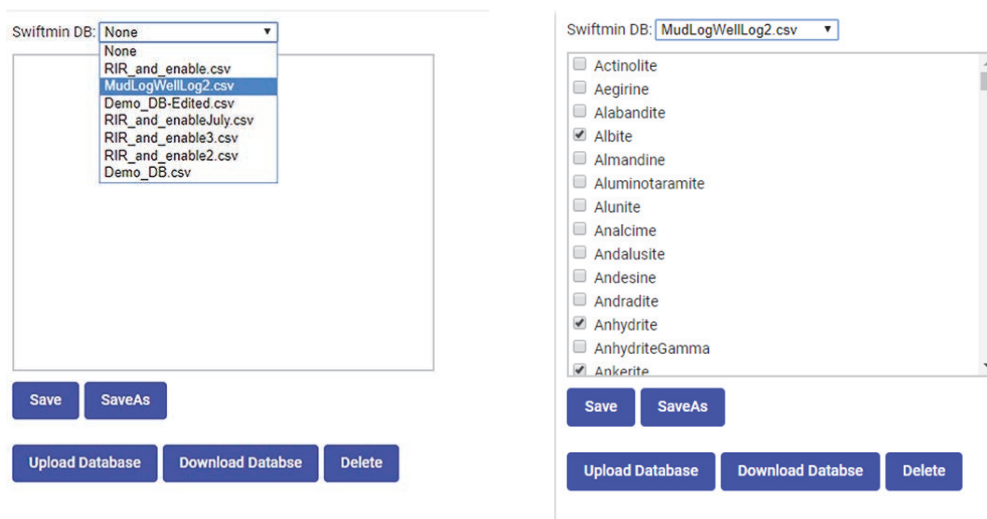

Figura 5-8 Selezione di un database (a sinistra) e modifica dell'elenco dei minerali (a destra)
2. Cliccare sulla freccia in basso del campo di selezione **SwiftMin DB** e selezionare il database (vedi Figura 5-8 a pagina 78).
3. Nell'elenco dei minerali, cliccare nella casella del minerale che si vuole attivare o disattivare nel database (vedi Figura 5-8 a pagina 78).